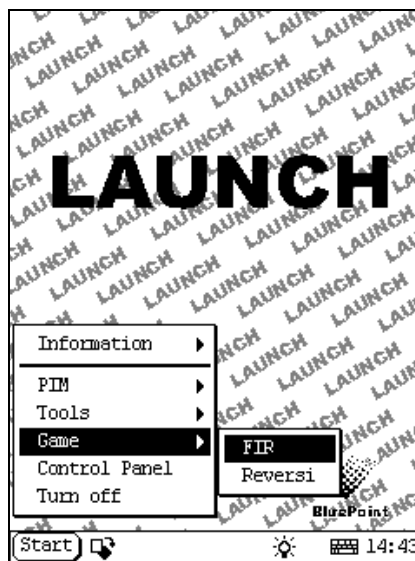

Рисунок 4-12
- 3) Выберите функции в всплывающем подменю. (см. рисунок 4-12).